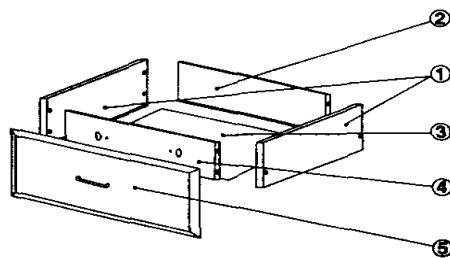

Рис.3
1. Закрепите направляющие на боковых стенках шкафа, используя предусмотренные отверстия (см. рис.3).
2. В боковые стенки ящика (1) вставить шканты.
3. Соединить детали (1), (2), (4) и закрепить их шурупами 6x50.
4. Вставить в паз днище (3) и закрепить его шурупами 3x16 в торец передней планки (4).
7. На лицевую планку (5) установить ручку.
10. Зафиксировать положение фасада шурупами 5x30, ввернув их в лицевую планку (5) через отверстия в передней стенке (4).